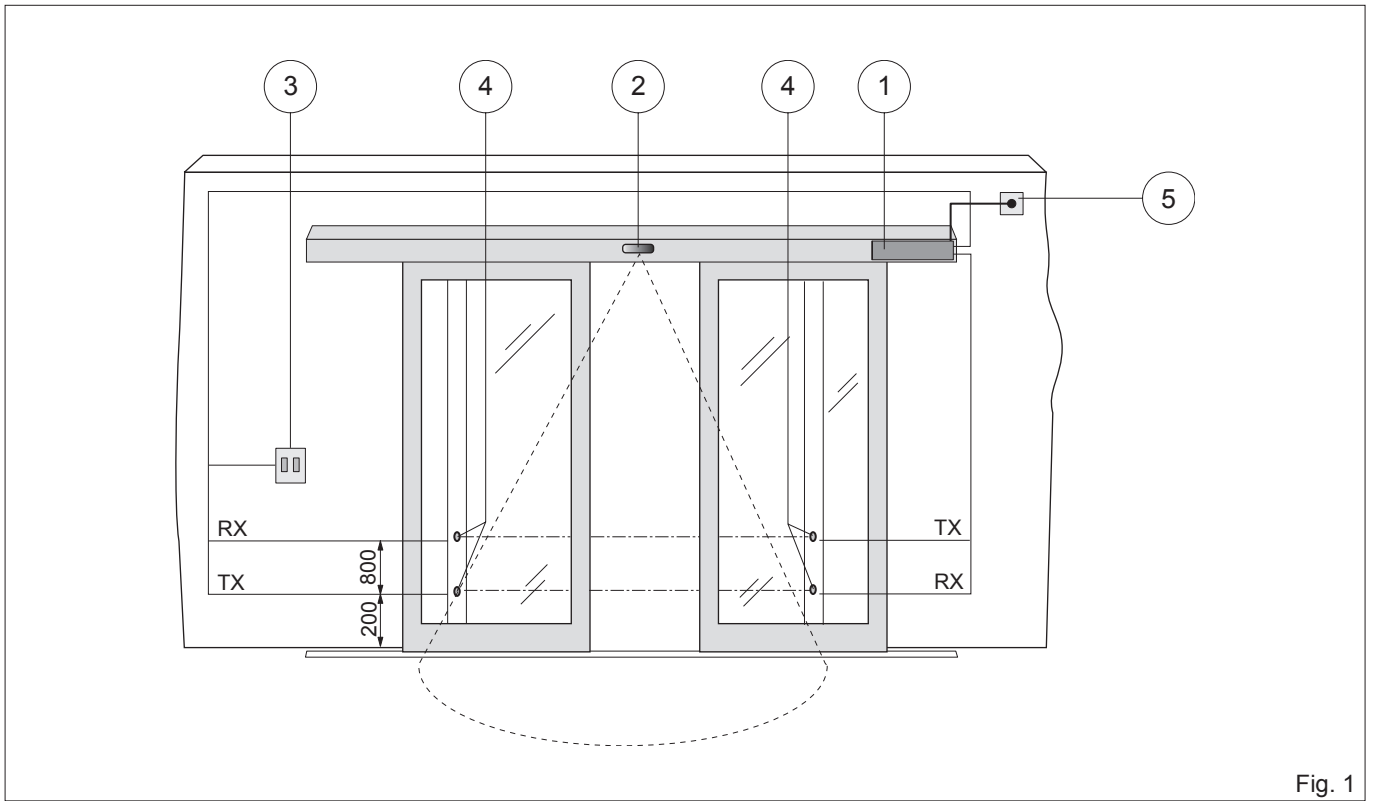

Fig. 1
2.1 Verweise typische Installation (Abb. 1)